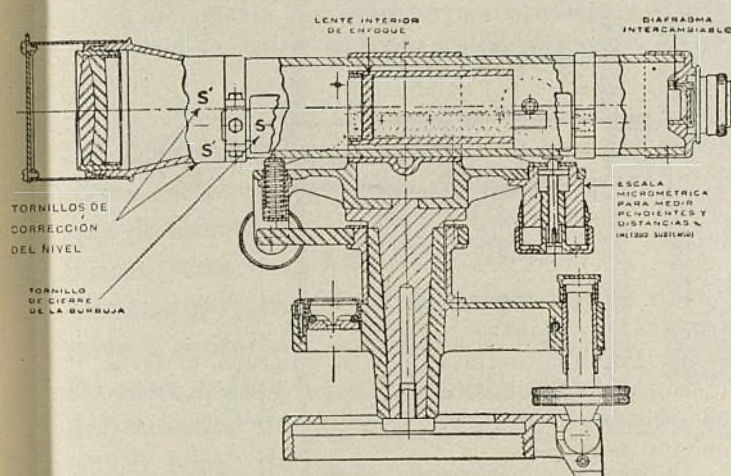

Fig. 2
h) En el nivel moderno se coloca el anteojo en posición verdaderamente horizontal por medio de un tornillo de ajuste (véase fig. 2) quedando su control independiente del eje vertical con lo cual este instrumento se diferencia fundamentalmente de los cuya eficacia de-